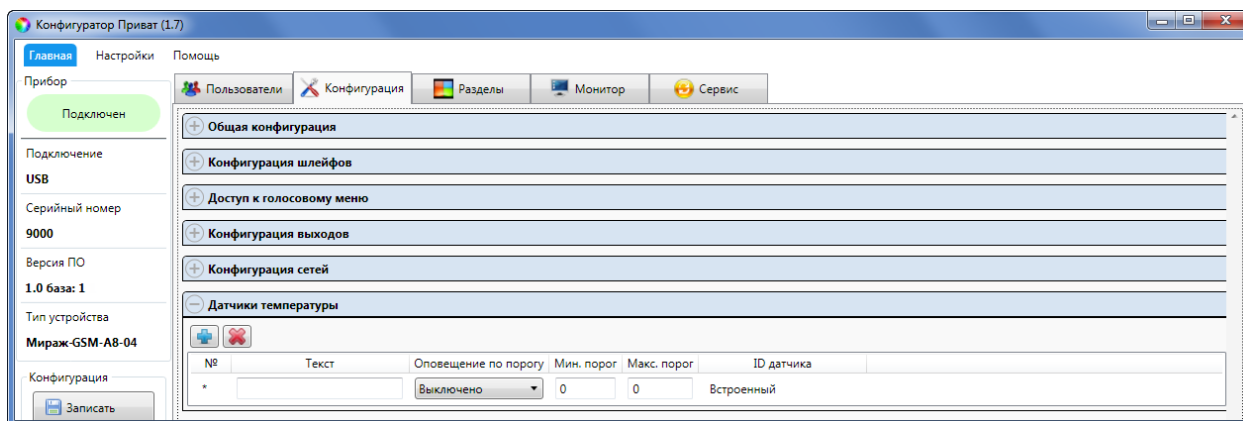

Рисунок 7.29 – Блок *Датчики температуры*
- Нажмите кнопку  в блоке *Датчики температуры* (см. рисунок 7.29).